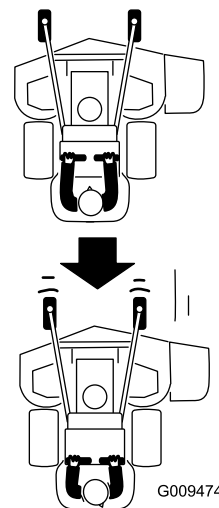

図 21
2. 走行コントロールレバーをゆっくりと後ろに引く 図 21。